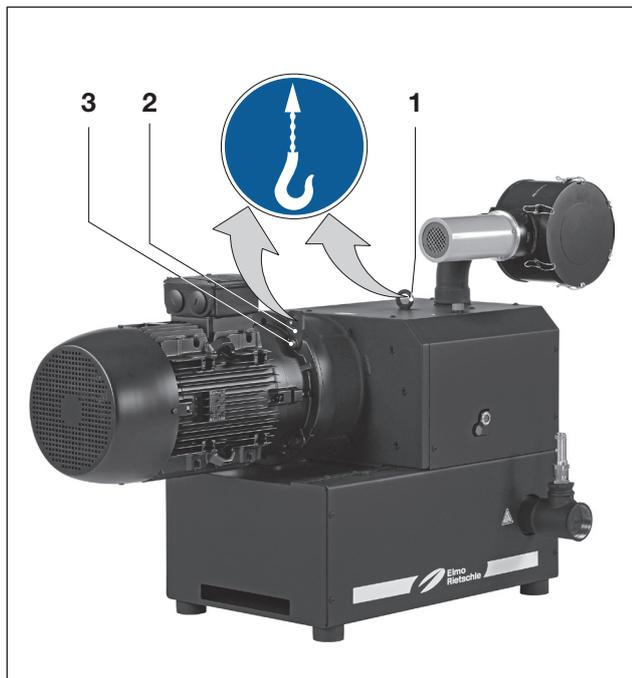

Fig. 1 Elevação e transporte
- Apertar o parafuso com olhal (Fig. 1/1) e o parafuso de fixação (Fig. 1/3) na cobrejunta de transporte (Fig. 1/2).